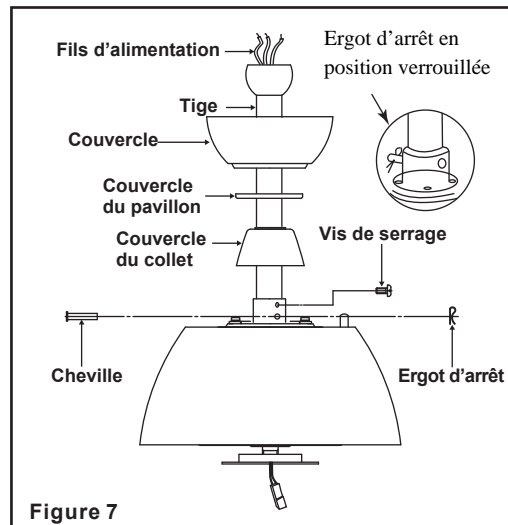

Figure 7
Étape 5. Retirez la cheville de suspension, l'ergot d'arrêt et les vis de serrage du dessus de l'ensemble du moteur. (Fig. 7)
Étape 6. Faites passer les fils qui émergent du dessus du moteur à travers le couvercle du collet, le couvercle du pavillon, le pavillon, puis à travers la boule/tige. (Fig. 7)
Étape 7. Alignez les trous dans le bas de la tige avec les trous dans le collet sur le dessus du boîtier du moteur (Fig. 7). Insérez délicatement la cheville de suspension à travers les trous dans le collet et la tige. Prenez garde de ne pas coincer la cheville contre les fils à l'intérieur de la tige. Insérez l'ergot d'arrêt dans le trou près de la base de la cheville de suspension jusqu'à ce qu'un déclic indique qu'il est bien en position, comme illustré dans l'encart rond de la Fig. 7.
Étape 8. Serrez fermement deux vis de serrage sur le dessus du moteur du ventilateur. (Fig. 7)